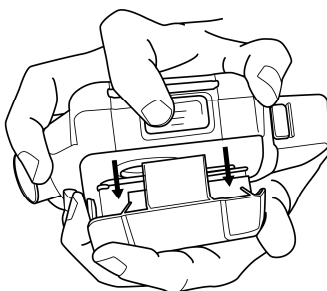

Fig. 7 - Remoção do conjunto filtro/ tampa do motorizado
- Segure a unidade motora para baixo, de modo que a parte de trás (lado da correia) fique voltada para você e o filtro e a tampa voltada para baixo sobre uma superfície plana para ajudar a minimizar o potencial de contaminação do motorizado (Fig. 7)